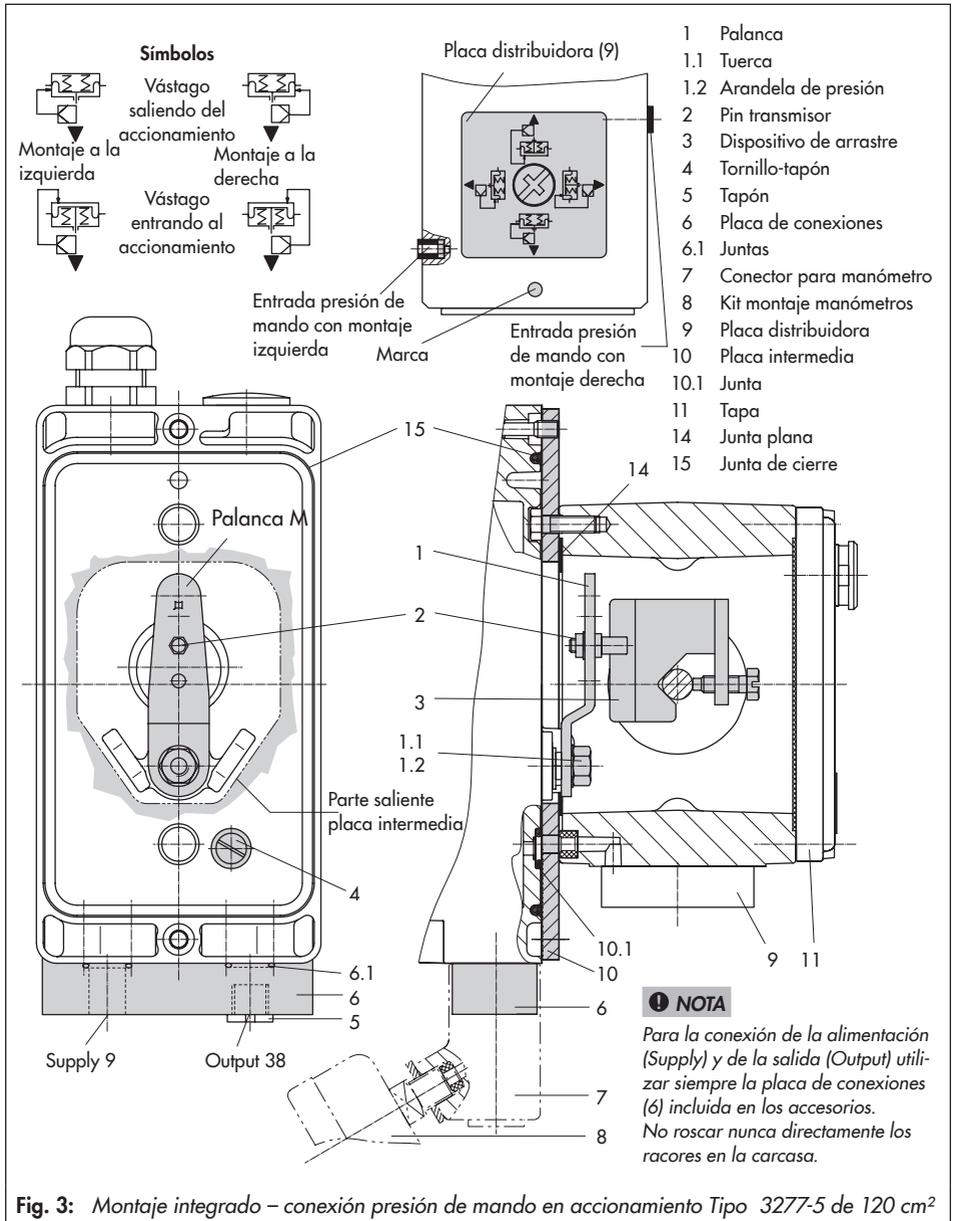

Fig. 3: Montaje integrado – conexión presión de mando en accionamiento Tipo 3277-5 de 120 cm²
Accionamiento de 120 cm² (ver fig. 3)
1. Montar la placa de conexiones (6) o el conector para manómetro (7) con el manómetro al posicionador, cuidando que las juntas (6.1) queden en su lugar.
2. Destornillar el tornillo-tapón (4) de la cara posterior del posicionador y cerrar con el tapón (5) de los accesorios la salida "Output 38" de la placa de conexiones (6) o del conector para manómetro (7).
3. Colocar el dispositivo de arrastre (3) en el vástago del accionamiento, alinearlos y fijarlo de forma que el tornillo de fijación esté bien alojado en el encaje del vástago del accionamiento.
4. Fijar la placa intermedia (10) con la parte saliente más estrecha (fig. 3 izq.) hacia la conexión de la presión de mando, la junta plana (14) enganchada tiene que quedar del lado del puente del accionamiento.
5. **Carrera 15 mm:** el pin (2) de la palanca **M** (1) en la parte posterior del posicionador se deja en la posición **35** (estándar). **Carrera 7,5 mm:** desenroscar el pin (2) colocado en la posición **35** y roscarlo en la posición **25**.
6. Colocar la junta de cierre (15) en la ranura de la carcasa del posicionador y la junta (10.1) en la parte posterior de la carcasa.